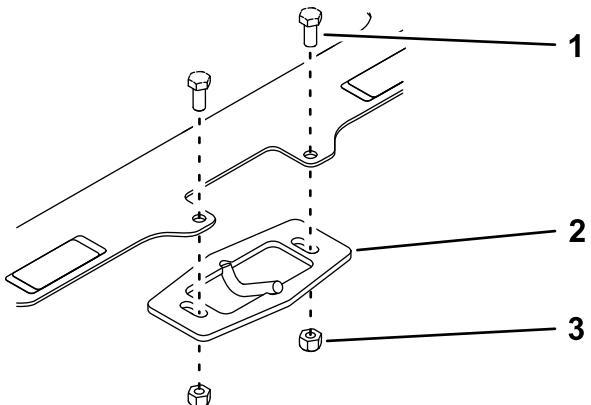

Рисунок 5
- Выверните и сохраните 2 болта (5/16 x 3/4 дюйма), 2 гайки (5/16 дюйма) и снимите фиксатор капота с передней решетки (Рисунок 5).
4. Установите фиксатор капота на переднюю решетку из комплекта, как показано на Рисунок 5.